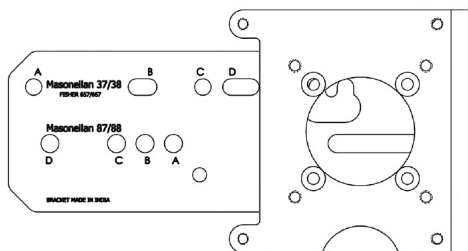

Figure 11 Support de montage de la vanne linéaire
2. Monter le support à montage linéaire du SVI II AP sur l'actionneur à l'aide de deux (2) vis d'assemblage 5/16 - 18 UNC. L'emplacement du montage du support dépend de la taille et de la course de l'actionneur. Se reporter aux Figure 11 et Figure 4 à la page 28.
11. Régler le tendeur jusqu'à ce que l'orifice dans le levier du SVI II AP soit aligné avec l'orifice témoin dans le support. Serrer les deux contre-écrous du tendeur. Se reporter à la Figure 11.